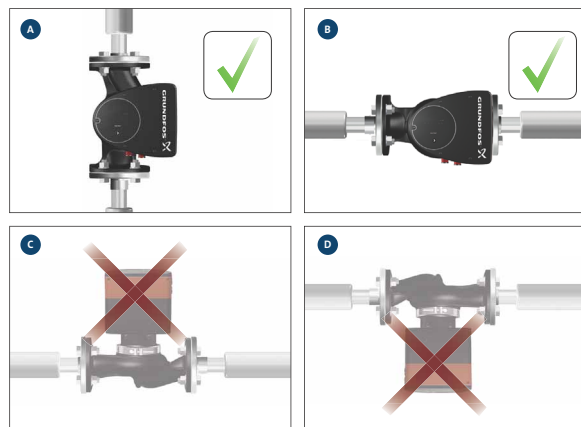

Рис. 8 Насос, установленный с валом электродвигателя в горизонтальном положении
- Правильный монтаж насоса на вертикальном трубопроводе. См. рис. 8, поз. А.
- Правильный монтаж насоса на горизонтальном трубопроводе. См. рис. 8, поз. В.
- Не допускается установка насоса в положении, при котором вал электродвигателя располагается вертикально. См. рис. 8, поз. С и D.